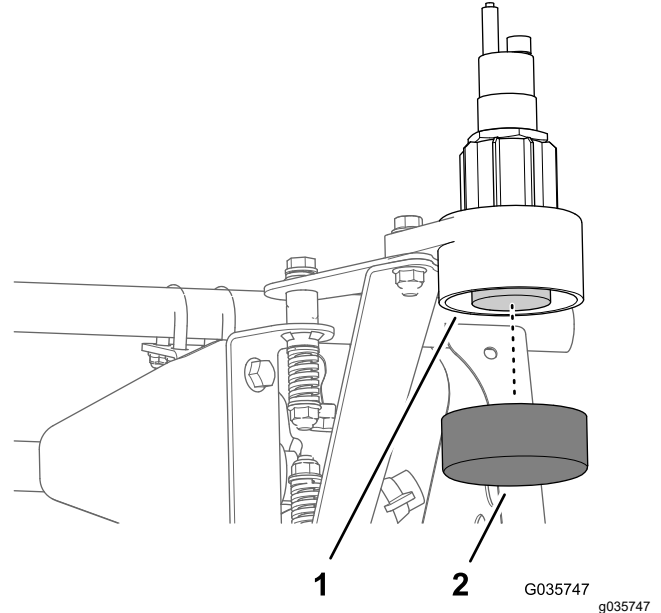

Bild 47
1. Setzen Sie den Deckel auf die Unterseite des unteren Gehäuses auf (Bild 47).